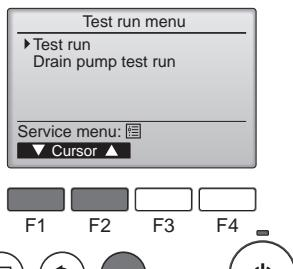

Fig. 7-2
- ② Выберите режим "Test run" (Пробный пуск) в Меню пробного пуска и нажмите кнопку [ВЫБОР]. (Fig. 7-2)
- ③ Запускается режим "Пробный пуск" и отображается экран пробного пуска.